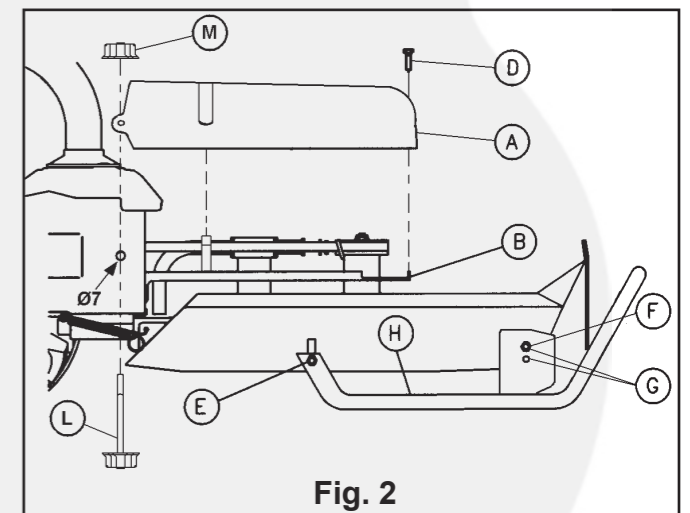

Fig. 2
D) FIG.2 – Controllare l'esistenza dei fori Ø7 sui fianchi del telaio macchina, eventualmente eseguirli seguendo le istruzioni del foglio 321465025. Assemblare il coperchio superiore (A) e il coperchio inferiore (B) con i due ganci laterali. Far combaciare i due fori laterali del carter superiore (A) con quelli del telaio in modo da infilare la vite lunga 170mm (L) ed avvitare la manopola a due punte (M). Avvitare la vite autofilettante (D) nel foro posizionato all'estremità dei due carter utilizzando un ciacciavite con punta a croce.
D) Abb. 2 - Die Bohrungen Ø7 auf beiden Seiten des Getriebegehäuses der Grundmaschine prüfen. Sollten diese nicht vorliegen, die Bohrungen laut Anleitungen mit Ref.Nr. 321465025 durchführen. Die Abdeckhaube (A) auf das Schutzunterteil (B) aufsetzen, so dass die seitlichen Rasthaken des Schutzunterteiles in den Aussparungen der Abdeckhaube einrasten. Die seitlichen Bohrungen der Abdeckhaube (A) müssen unbedingt mit den Bohrungen der Grundmaschine übereinstimmen. Die 170 mm lange Schraube (L) durch die Bohrungen schieben und den Handgriff (M) aufsetzen und festschrauben. Die selbstschneidende Schraube (D) in die vorgesehene Bohrung an der Vorderseite der Abdeckhaube und des Schutzunterteiles mit Hilfe eines Kreuzschlitzschraubendrehers einschrauben.
D) FIG.2 - Check the existence of Ø7 holes on the sides of the machine frame, which may run them by following the instructions sheet 321465025. Assemble the top cover (A) and the lower cover (B) with the two side hooks. Align the two holes on the side of the top cover (A) with those of the frame so as to insert the screw 170mm long (L) and tighten the knob with two points (M). Screw the self-tapping screw up (D) into the hole located at the end of the two casings using a Phillips screwdriver.
D). Fig. 2. Vérifier l'existence des trous Ø7 sur les cotés du châssis de la machine, éventuellement il faut les faire suivant les instructions du papier 321465025.
D) FIG.2: verificar si hay foros de 7 en los paredes del chasis de la máquina. En caso no hubieran, parcticar esos foros según las instrucciones del follete 32.1465.025. Acoplar la tapa superior (A) con la tapa inferior (B) por los ganchos laterales. Encajar los orificios laterales del carter superior (A) con los orificios del chasis de manera que se pueda introducir el tornillo de 170mm (L) y atornillar el puño (M). Atornillar el tornillo autorroscante (D) en el orificio en la extremidad de los dos carter, utilizando un destornillador cruciforme.